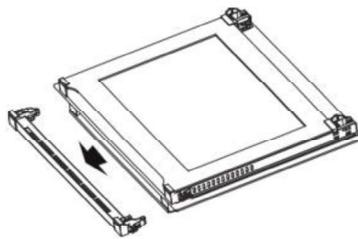

Figure 11
- Tirez la partie supérieure du cadre de porte dans votre direction (figure 11).